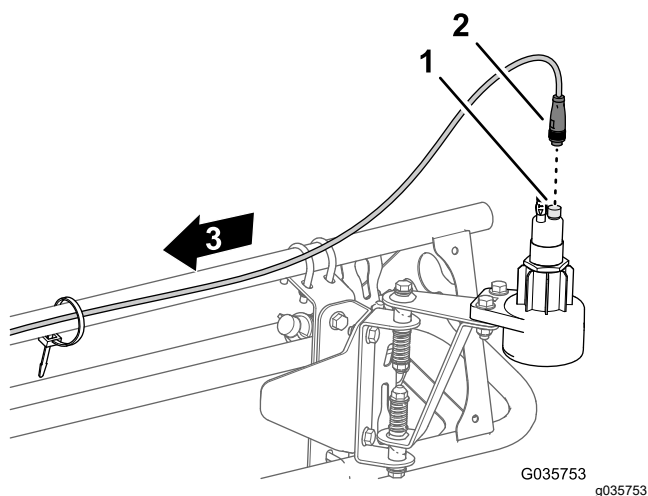

Figura 22
1. Conecte el conector hembra redondo de 4 vías del arnés de cables del sensor en el conector de 4 pines del sensor (Figura 22).